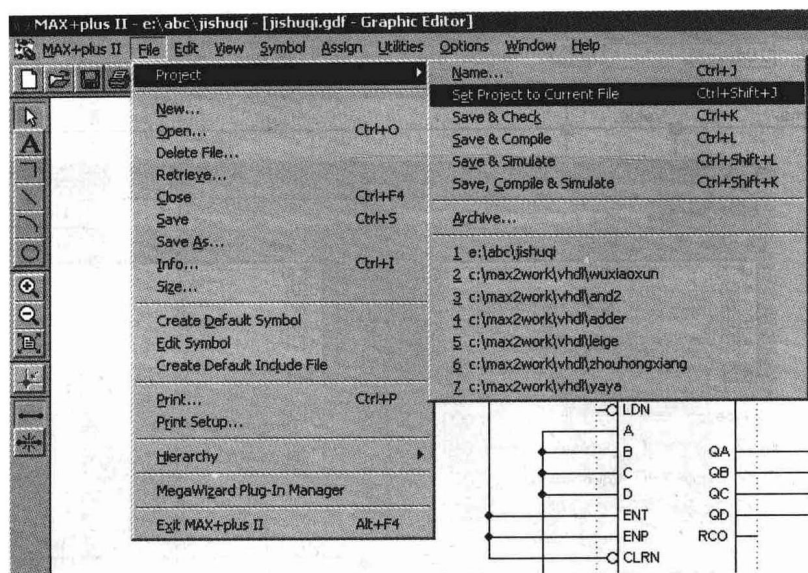

图 1-12 建立当前工程项目文件
(7) 建立当前工程项目文件: 点击 [File] | [Project] | [Set Project to Current] 即可, 如图 1-12 所示。